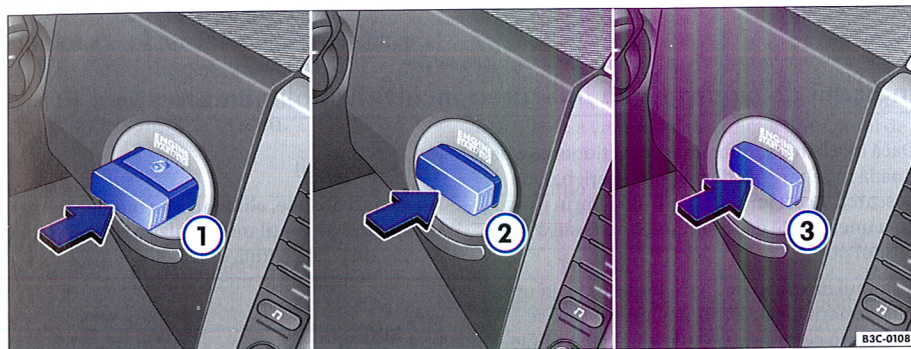

Fig. 113 Pozițiile cheii în contact
① Contact luat, volan blocat
În această poziție ⇒ fig. 113 ① contactul este luat și blocarea volanului dezactivată.
② Punerea contactului, resp. pornirea preîncălzirii
– Rotiți cheia în poziția ⇒ pagina 120, fig. 113" ③, pentru a porni motorul.
– Apăsați cheia în poziția ⇒ pagina 120, fig. 113" ② - când se efectuează preîncălzirea motorului, se aprinde lampa de control pentru preîncălzire ☞
– Când lampa de control nu (mai) este aprinsă, apăsați cheia în poziția ③, pentru a porni motorul – nu accelerați.
⇒ pagina 120, fig. 113" ①.